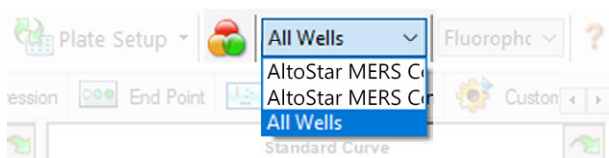

Abb. 4: Schaltfläche und Dropdown-Menü Well Group (Well-Gruppe)
Achten Sie darauf, im Fenster Data Analysis (Datenanalyse) die entsprechende **Well Group** (Well-Gruppe) des AltoStar® MERS-CoV RT-PCR Kit 1.5 auszuwählen. Klicken Sie dazu auf das Dropdown-Menü **Well Group** (Well-Gruppe) rechts neben der Schaltfläche **Well Group** (Well-Gruppe) (siehe Abbildung 4) in der Menüleiste. Verwenden Sie nicht die „All Wells“ (Alle Wells) **Well Group** (Well-Gruppe). Die Auswahl in Abbildung 4 wird als allgemeine Beispielansicht verwendet.
1. Achten Sie darauf, im Fenster Data Analysis (Datenanalyse) die **Well Group** (Well-Gruppe) des AltoStar® MERS-CoV RT-PCR Kit 1.5 auszuwählen. Klicken Sie dazu auf das Dropdown-Menü **Well Group** (Well-Gruppe) rechts neben der Schaltfläche **Well Group** (Well-Gruppe) (siehe Abbildung 4) in der Menüleiste.
1. Achten Sie darauf, im Fenster Data Analysis (Datenanalyse) die entsprechende **Well Group** (Well-Gruppe) des AltoStar® MERS-CoV RT-PCR Kit 1.5 auszuwählen. Klicken Sie dazu auf das Dropdown-Menü **Well Group** (Well-Gruppe) rechts neben der Schaltfläche **Well Group** (Well-Gruppe) (siehe Abbildung 4) in der Menüleiste.